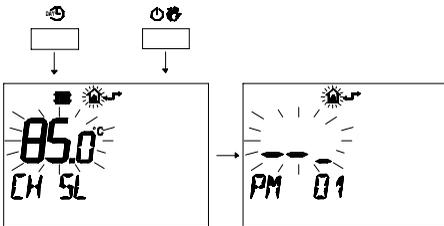

fig. 5.17
- 2 Premere contemporaneamente i pulsanti  $\text{ON/OFF}$  e  $\text{CLOCK}$  per entrare nella programmazione trasparente fig. 5.17